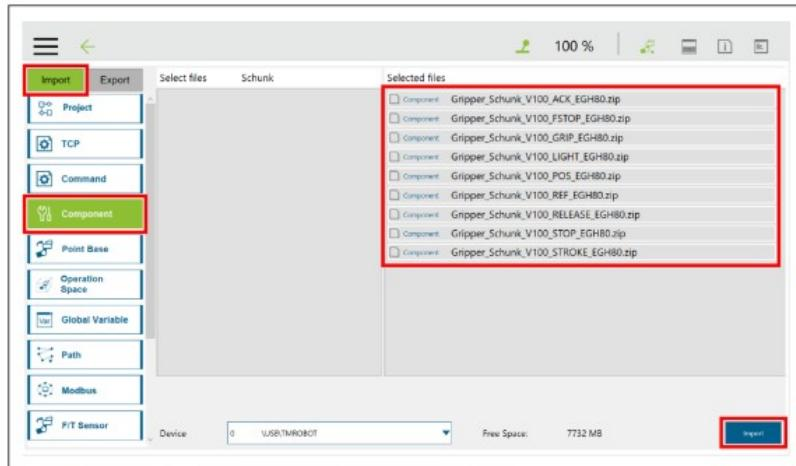

Figure 8.2: Componenti da importare
- (d) Selezionare i componenti che devono essere importati e cliccare sul pulsante "Import" (Fig. 8.2).